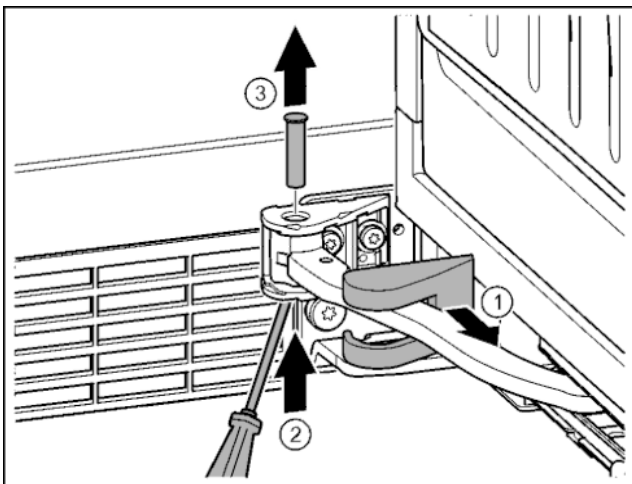

Fig. 15
- ▶ Stáhněte kryt stojanu ložiska a posuňte podél kloubu. Fig. 15 (1)
- ▶ Čep zesponu nadzvedněte prstem nebo šroubovákem. Fig. 15 (2)
- ▶ Šroubovákem zajed'te pod hlavu čepu a vytáhněte. Fig. 15 (3)